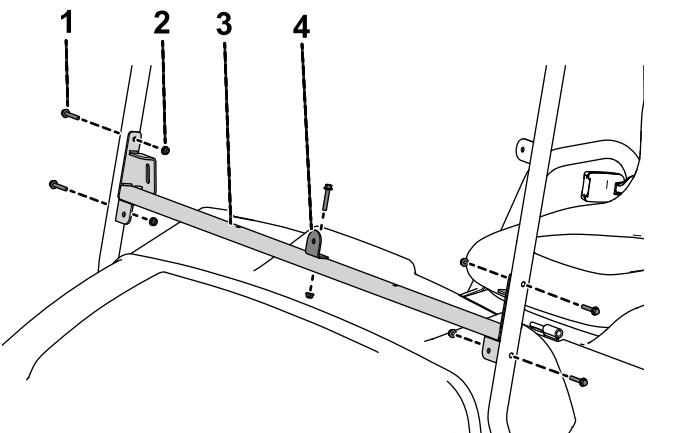

Figura 61
1. Utilize um parafuso flangeado de cabeça sextavada (¼ x 1½ pol.) e uma porca (¼ pol.) para prender o suporte do limpa para-brisas ao conjunto do suporte do limpa para-brisas (Figura 61).
2. Utilize 4 parafusos flangeados de cabeça sextavada (¼ x 1½ pol.) e 4 porcas (¼ pol.) para prender o conjunto do suporte do limpa para-brisa aos suportes do limpa para-brisa direito e esquerdo (Figura 61).